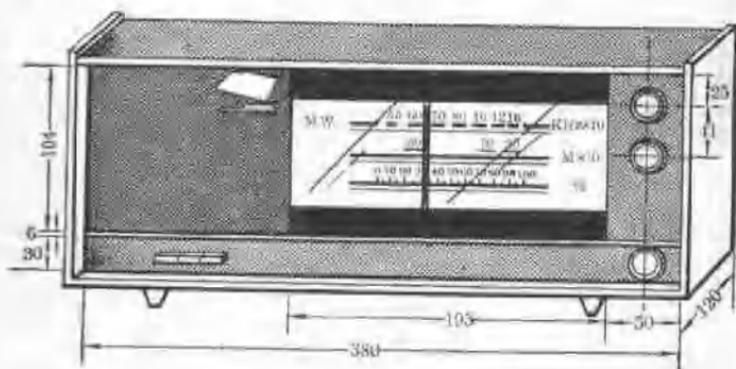

图 5
(4) 机箱 图 5 是机箱具体尺寸, 用木料制成, 窗口总尺寸为  $195 \times 104(\text{mm})^2$ , 装上透明玻璃一块, 玻璃内壁上下两